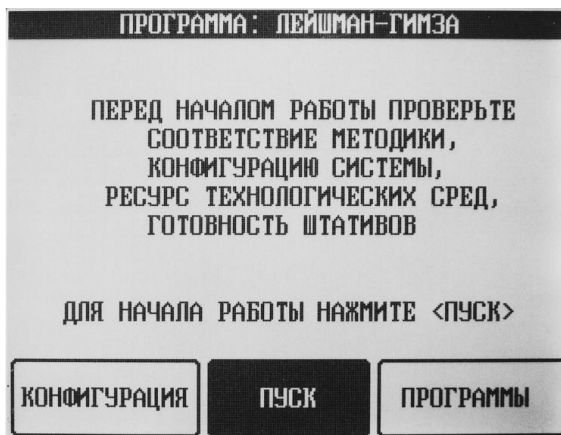

Рисунок 6. Вид экрана главного меню автомата.
По истечении 5 секунд на экран выводится главное меню автомата (Рисунок 6).
**Раздел КОНФИГУРАЦИЯ** (кнопка «КОНФИГУРАЦИЯ») на экране главного меню автомата (см. рисунок 6). В этом разделе осуществляется контроль и программирование конфигурации автомата, осуществление сервисных функций.